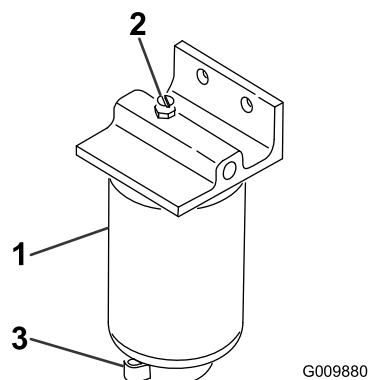

图 55
3. 松开过滤器过滤筒底部的排油阀 (图 55)。
2. 清洁滤清器过滤筒的安装区域 图 55。